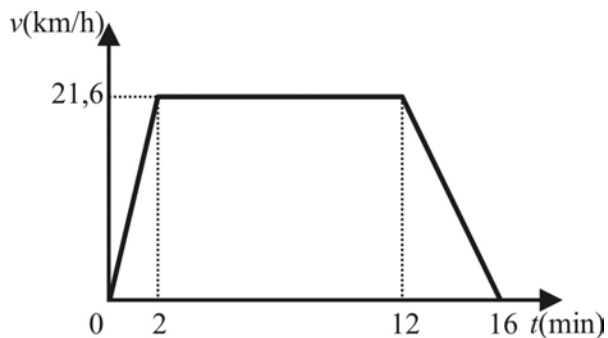

Figura 2
3. La un moment dat, submarinul *Nautilus*, aflat la suprafața apei, pornește către o insulă din apropiere, pe o traiectorie rectilinie. În diagrama din Figura 2, este reprezentat graficul vitezei submarinului în funcție de timp, până în momentul în care ajunge la insulă.